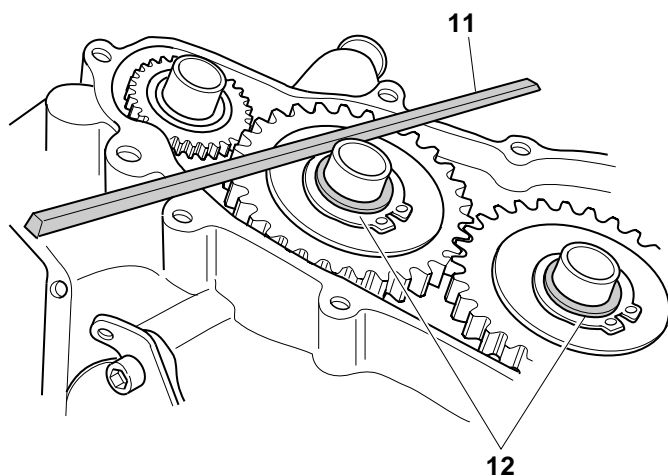

Fig. 59
6. Appoggiare un'asta rettificata "11" (Fig.59) sulla superficie lavorata della testa e del cilindro.
7. Verificare la luce tra il lato inferiore dell'asta "11" e la superficie superiore del rasamento "12" come illustrato in Fig.59.
8. Se necessario inserire uno o più rasamenti "12" (Fig.59) di differente spessore sino ad ottenere un movimento non forzato dell'ingranaggio.
6. Leaning a rectified pole "11" (Fig. 59) on worked surface some head and of cylinder.
7. Verifying light between side inferior of pole "11" and the surface superior of shim "12" how illustrated in Fig. 59.
8. If necessary inserting one or more shims "12" (Fig. 59) of different thickness at obtaining a movement didn't force of gear.
6. Das geschliffene Lineal "11" (Abb. 59) auf die bearbeitete Fläche des Kopfes und des Zylinders legen.
7. Die Lücke zwischen der unteren Seite des Lineals "11" und der oberen Fläche der Scheibe "12" prüfen: siehe Abb.59.
8. Wenn nötig 1 oder mehr Scheiben "12" (Abb.59) von verschiedener Dicke einsetzen bis die leichte Bewegung des Zahnrades erreicht wird.
6. Appuyer une règle rectifié,e "11" (fig.59) sur la surface usinée de la tête et du cylindre.
7. Vérifier la "lumière" entre le côté inférieur de la règle "11" et la surface supérieure de la cale "12": voir fig.59.
8. Si besoin est, insérer 1 cale ou plusieurs cales "12" (fig.59) d'épaisseur différente pour obtenir un mouvement agile de l'engrenage.